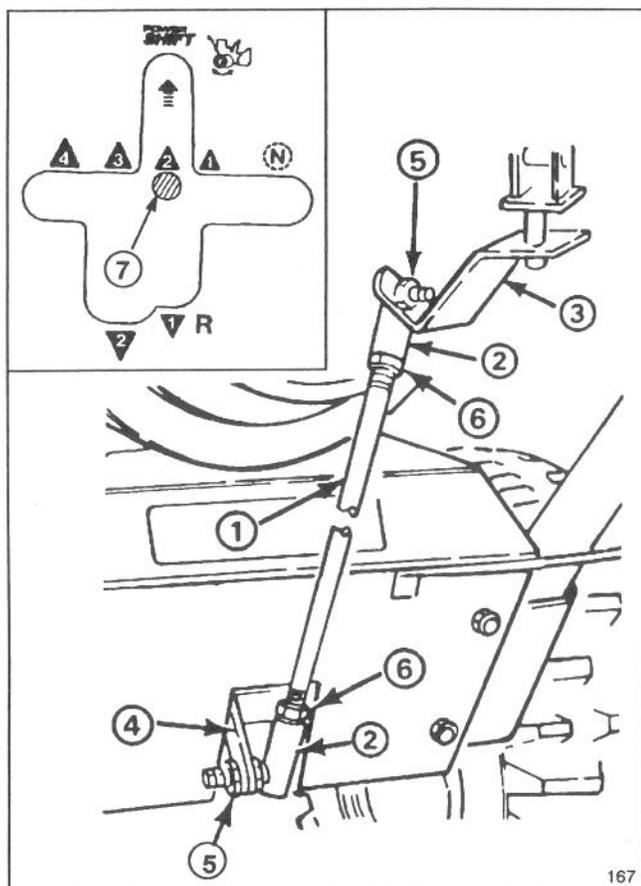

Figure 36
7. Le réglage de la chaîne affecte l'alignement du levier sélecteur de vitesse. Si le levier de changement de vitesse n'est pas aligné avec la fente, Power Shift sur le panneau de commande (fig. 36 illustration intérieure), il convient d'ajuster la longueur de la tige de conversion comme suit :